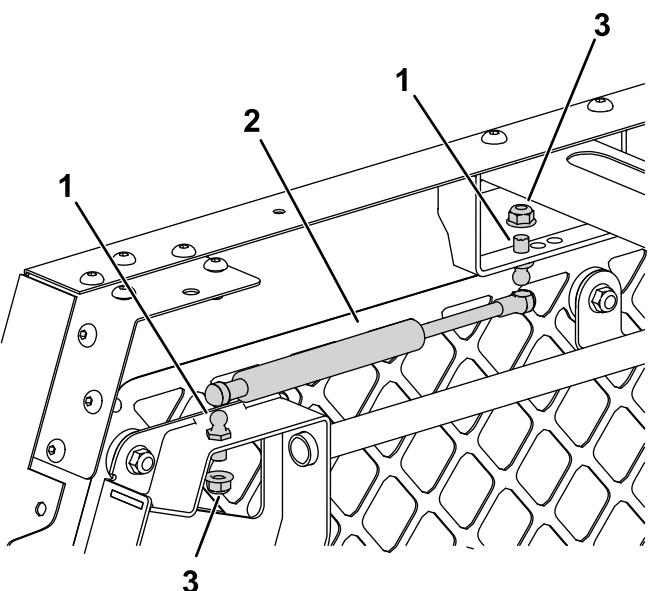

図14
- スプリングをドアケージアセンブリとスプリングマウントの一一番前の穴に固定するボールスタッド2本、フランジナット $5/16$ "2個を使用する図14。